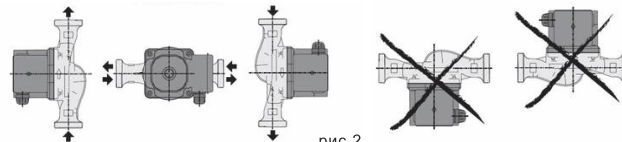

рис.2
- Насос следует устанавливать так, чтобы вал двигателя находился в горизонтальном положении, а клеммная коробка сверху или снизу (рис.2).